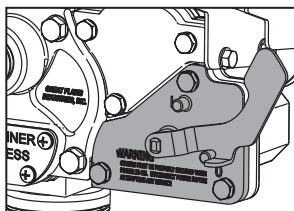

Figure 13
2. Retirer la plaque de protection du commutateur du carter de la pompe (voir Figure 13).